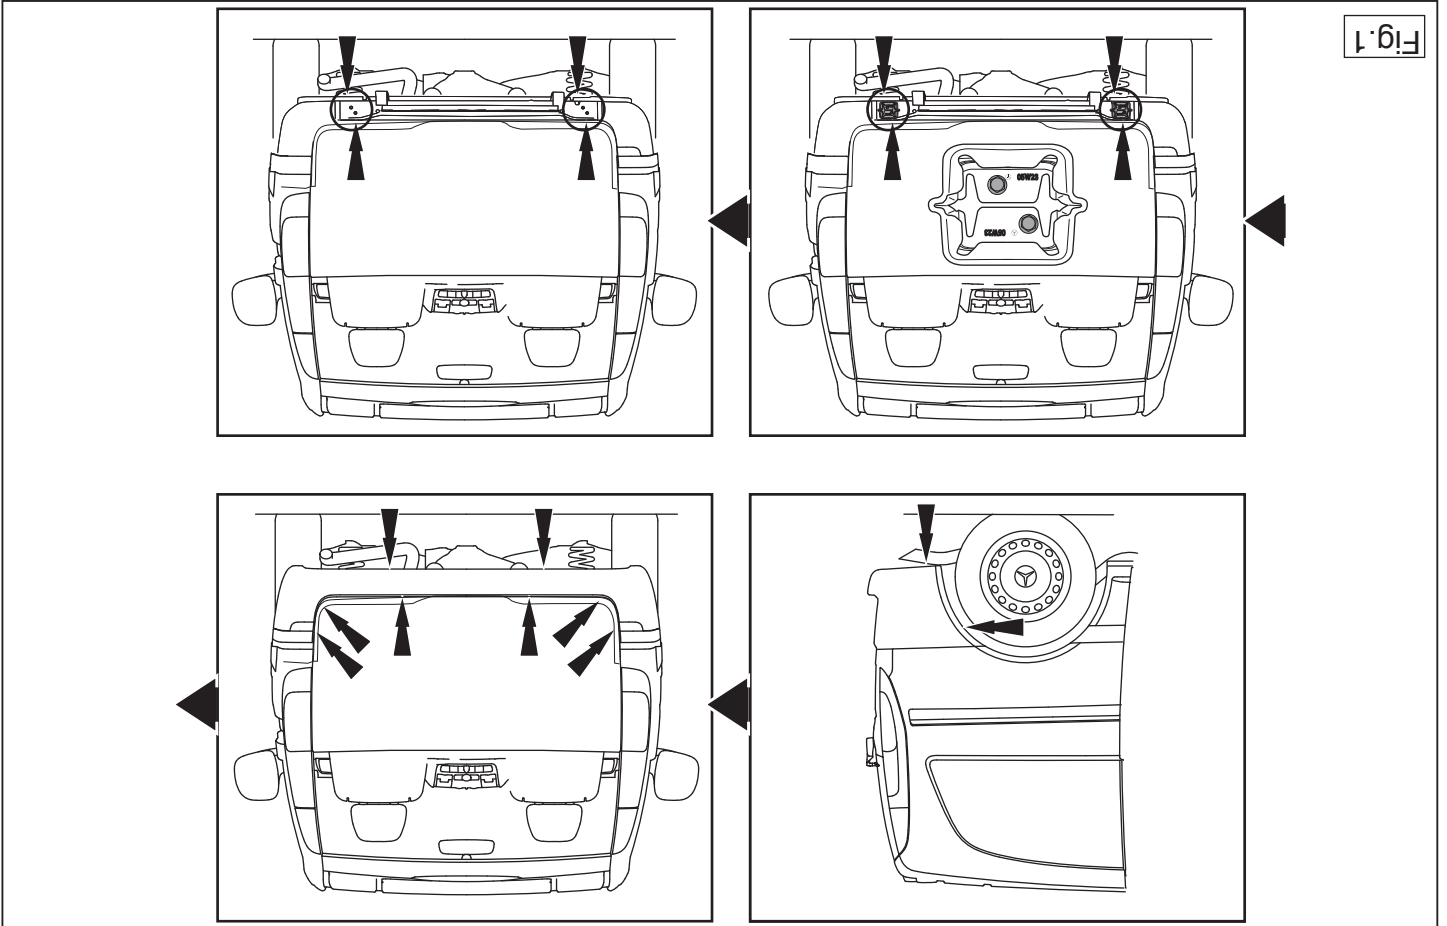

Fig. 1
2. Remove the bumper (See figure 1).
4. Dismount the metal cover panels LH and RH side in the position of the frame members. These are fixed with 4 bolts. The cover panels will no longer be used (See figure 1).
2. Démontez le pare-chocs (Voir la figure 1).
4. Démontez les panneaux de couverture métallique à gauche et à droite au niveau des longérons du châssis. Ils sont fixés avec 4 boulons. Remplacer les boulons. Les panneaux de couverture métallique ne sont pas remontés (Voir la figure 1).
2. Die Störstange abmontieren (Siehe Abbildung 1).
4. Die Metallabdeckklappen links und rechts im Bereich des Chassisrahmes demontieren. Diese sind mit 4 Schrauben befestigt. Die Schrauben wieder anbringen. Die Abdeckklappen werden nicht mehr benötigt (Siehe Abbildung 1).
2. Demonter kofangeren (Se fig. 1).
9. Monter kuglestangen, inklusive kontakplade, planskiver og selvåsen- 8. Monter de fjernede dele. 7. Sæt i følge figur 2 eller 2a de markerede dele ud. 6. Spænd alle bolte og møtrikker if. tabellen. 5. Monter anhängetræk ved punkterne A. ge (Se fig. 1).
2. Снять бампер (см. рисунок 1).